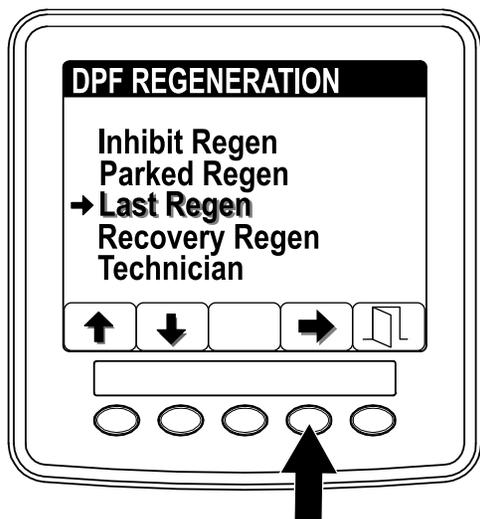

図 5
1. 再生DPF Regenerationメニューから、ボタン 1 と 2 を使ってスクロールして LAST REGEN最近の再生メニューに入る 図 5。
2. ボタン 4 で Last Regen に入る 図 5。